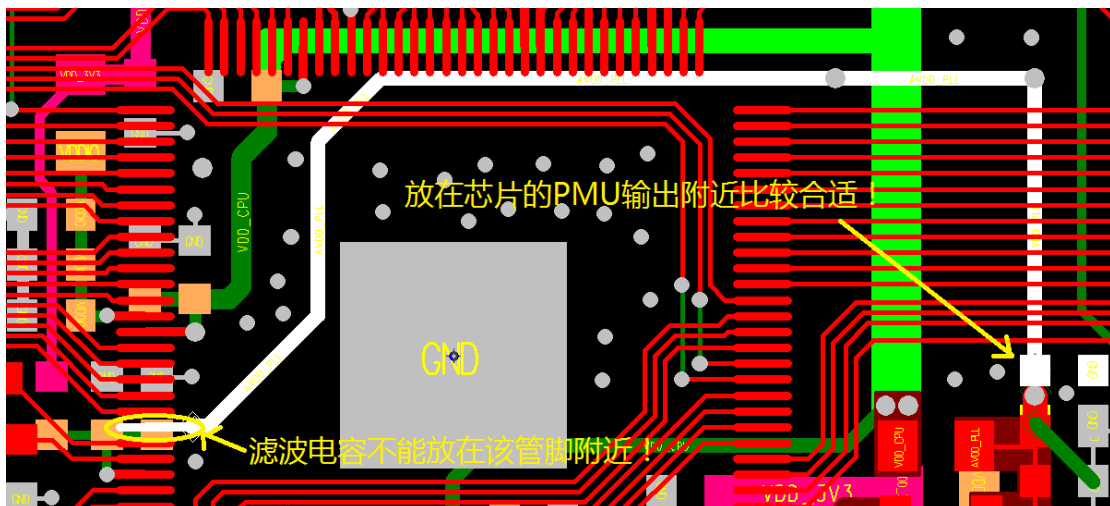

图 2-9 示意图
3) 滤波电容要放置在芯片内部 PMU 输出的 DC-DC (1.1V) 电源电路附近（靠近 DC-DC 电源滤波电容附近），不要放在芯片管脚（AVDD\_PLL，芯片的管脚 Pin21）附近！否则会影响系统的工作稳定性，见图 2-9。